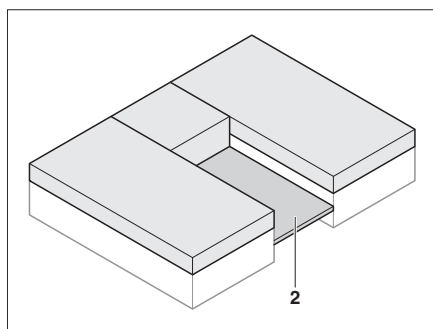

Fig. 78 Extraer el somier
- Extraer el somier (Fig. 78,2) entre las camas individuales.